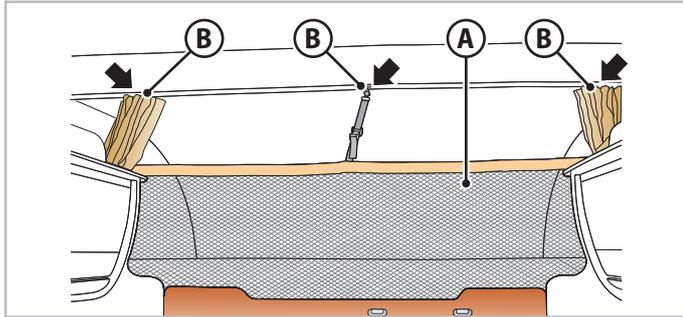
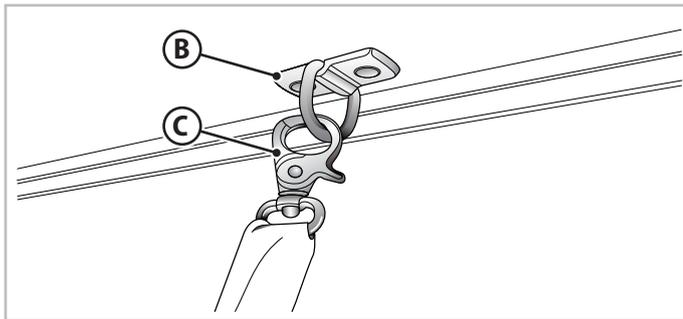

Fig. 6.22 - Red de protección de la cama basculante
Fig. 6.23 - Gancho red de protección
- Fije la red de protección (**A** - Fig.6.22) con los ganchos (**B** - Fig.6.22 y Fig.6.23) en los anillos (**C** - Fig.6.23).